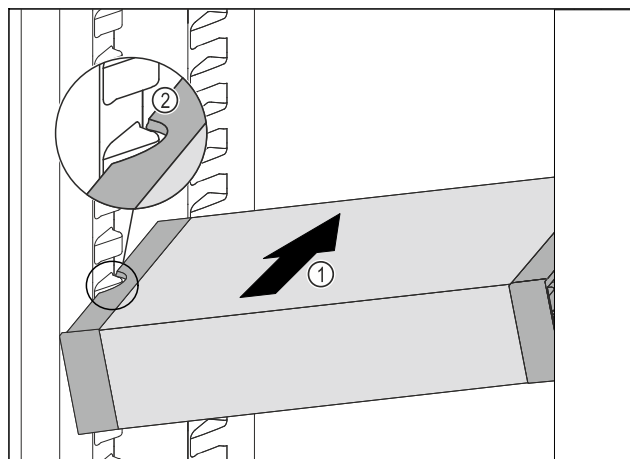

Fig. 59
- ▶ Zasuňte VarioSafe do chladničky pod úhlem tak Fig. 59 (1), aby vybrání na bocích Fig. 59 (2) VarioSafe byla na úrovni žebrování na nádobu v chladničce.